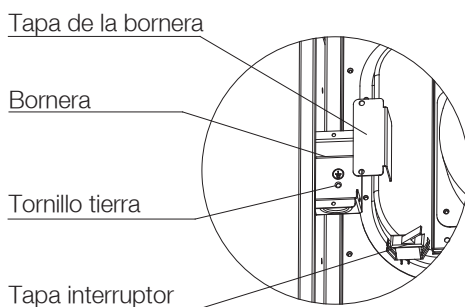

Fig. 25 - Bornera
1. Retire y guarde los dos tornillos que sujetan la bornera. (Consulte la Fig. 25).
Caja eléctrica suministrada en campo en el soporte de la bornera del calefactor. Vea la Fig. 25.
Caja eléctrica en el lateral del calefactor. Consulte las Fig. 25 y 27.
4. Retire y guarde los dos tornillos que sujetan la bornera. (Consulte la Fig. 25.).